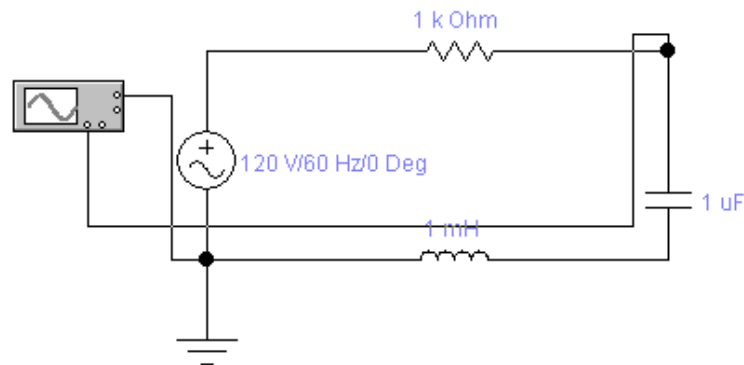

Рисунок 4.11 – Запропонована схема з осцилографом
1. Зібрати коло змінної напруги та дослідити процеси, які перебігають у колі, за допомогою осцилографа (рис. 4.11).